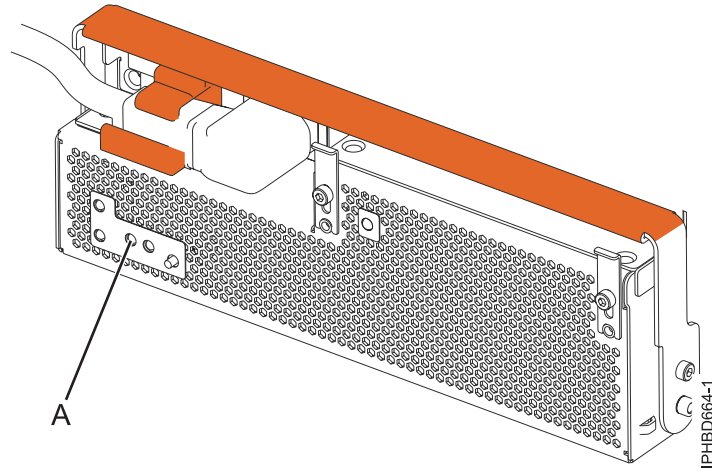

Figure 7. Voyant d'identification d'incident de l'unité remplaçable sur site
4. A l'avant de l'unité d'extension, identifiez l'alimentation électrique à remplacer. Pour identifier l'alimentation électrique, notez la présence du voyant d'identification d'incident orange de l'unité remplaçable sur site (**A**) comme illustré à la figure 7, à la page 10. Un voyant allumé (fixe ou clignotant) signale l'alimentation électrique défaillante.